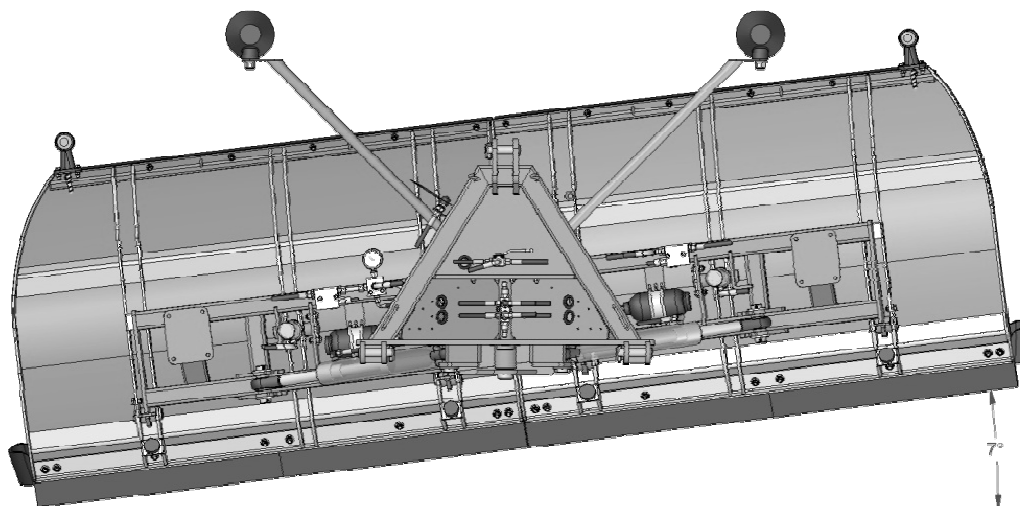

Fig. 9. L'adaptation transversale du chasse-neige
- **Système d'adaptation transversale**, permettant de surmonter les irrégularités mineures en s'adaptant. La conception permet de s'incliner de 7° à droite et à gauche de la branche horizontale (**Fig. 9**).